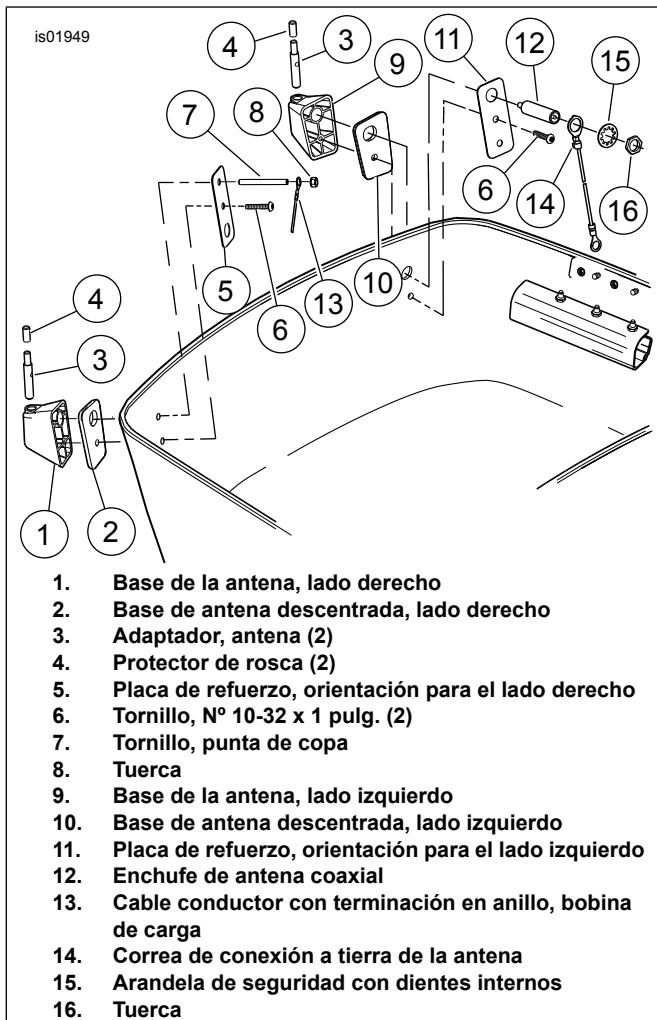

Figura 2. Instalación de la base de la antena
- Vea la Figura 2 para los pasos del 5 al 11.
5. Obtenga la base de antena del lado derecho (1), un adaptador de antena (3) y el tornillo con punta de copa (7). Inserte el adaptador dentro de la base, como se muestra. Gire el adaptador hasta que el agujero con rosca del adaptador quede alineado con el agujero en la base, después enrosque el espárrago dentro del agujero con rosca. Gire el espárrago con los dedos hasta apretarlo.
6. Coloque la pieza descentrada de la base de antena del lado derecho (2) sobre el tornillo con punta de copa, después instale la base de antena armada del lado derecho en el Tour-Pak. Instale la placa de refuerzo (5), orientada como se muestra, sobre el espárrago, después asegure la base de la antena con el tornillo (6). Apriete el tornillo a 1,7 N·m (15 in-lbs).
7. Instale el cable conductor con terminación en anillo de la bobina de carga (13) sobre el tornillo con punta de copa (7) y asegure con la tuerca (8). Apriete la tuerca a 0,7 N·m (6 in-lbs).
8. Obtenga la base de antena del lado izquierdo (9), un adaptador de antena (3) y el enchufe de la antena coaxial (12). Inserte el adaptador dentro de la base, como se muestra. Gire el adaptador hasta que el agujero con rosca del adaptador quede alineado con el agujero en la base, después enrosque el enchufe de la antena coaxial dentro del agujero con rosca. Gire el enchufe coaxial hasta apretarlo con los dedos.
9. Coloque la pieza descentrada de la base de antena del lado izquierdo (10) sobre el enchufe coaxial, después instale la base de antena izquierda armada en el Tour-Pak. Instale la placa de refuerzo (11), orientada como se muestra, sobre el enchufe coaxial, después asegure la base de la antena con el tornillo (6). Apriete el tornillo a 1,7 N·m (15 in-lbs).
10. Instale el anillo grande de la correa a tierra (14) sobre el enchufe coaxial y asegúrelo con la arandela de seguridad con dientes internos (15) y la tuerca (16). Apriete la tuerca a 1,1 N·m (10 in-lbs).
11. Instale un protector de rosca (4) sobre cada uno de los dos adaptadores de antena (3). Si está reubicando una antena al Tour-Pak no coloque el protector de rosca del adaptador derecho.